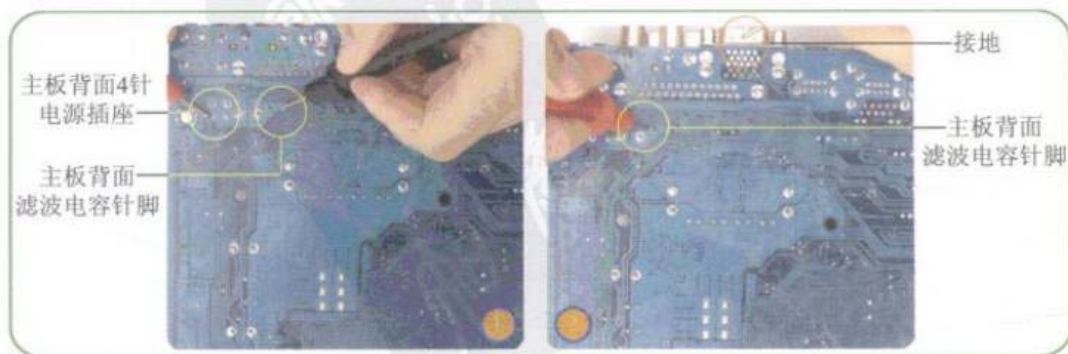

图8-50 测量电源插座和电感之间的滤波电容
**Step 02** 测量4针电源插座的12V供电针脚和滤波电感 $L_{26}$ 之间相连的电容（ $CE_{13} \sim CE_{16}$ ）及电容接地的线路，如图8-50所示（以其中一个电容为例）。